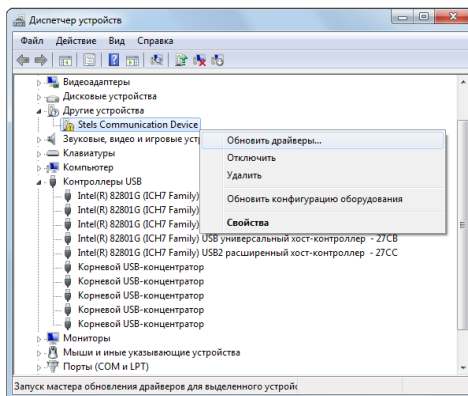

Рис. 5.3. Окно *Диспетчер устройств*
- Откройте окно *Диспетчер устройств* (меню *Пуск* → *Панель управления* → *Диспетчер устройств*). В дереве устройств щелкните правой кнопкой мыши по строке *Stels Communication Device* и в появившемся меню выберите *Обновить драйверы* (рис. 5.3).